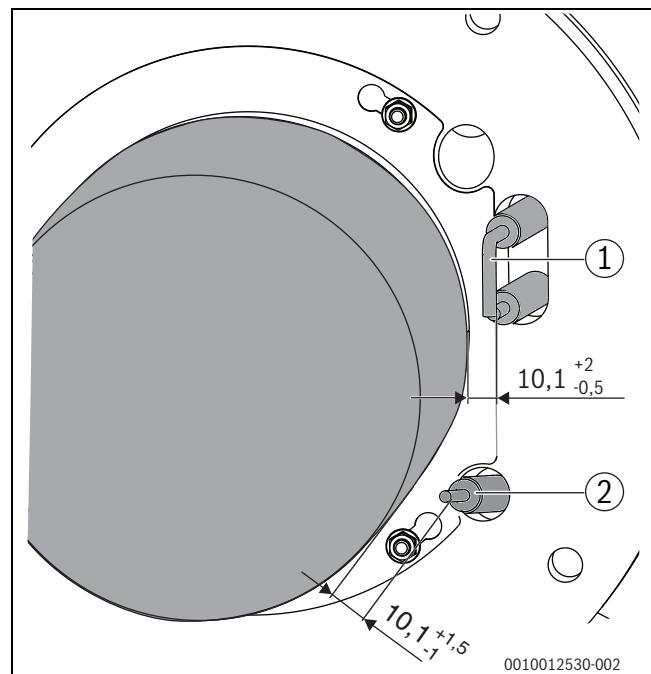

Рис. 57 Положение электродов (размеры в мм)
- ▶ Измерьте расстояния между электродами и сравните их со значениями на Рис. 57.